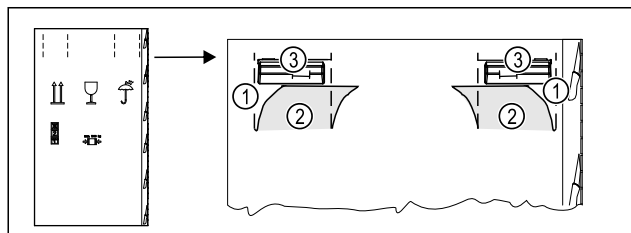

Fig. 5
- Fent, a perforálásnál Fig. 5 (1) nyomja be a csomagoló kartont.
- Húzza ki a benyomott füleket Fig. 5 (2).
- A jobb és a bal oldalon látható a hordfogantyú Fig. 5 (3).
- Tartsa meg a készüléket a hordfogantyúnál Fig. 5 (3).